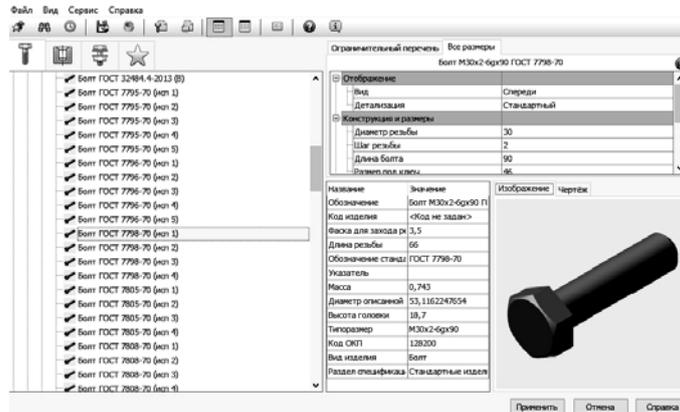

Рисунок 5.9 – Параметры для выбора болта
5) вставьте болт: **Приложения / Библиотеки / Стандартные изделия – Вставить элемент**. На вкладке **Стандартные изделия** выберите папку **Крепежные изделия / Болты / Болты с шестигранной головкой / Болт ГОСТ 7798-70 (исп. 1)** и дважды щелкните на ней. В диалоговом окне задайте параметры (рисунок 5.9). Нажмите кнопку **Применить**. Если включена кнопка **Создавать объект спецификации**, появится окно **Объект спецификации** (рисунок 5.10). Отключите данную опцию;